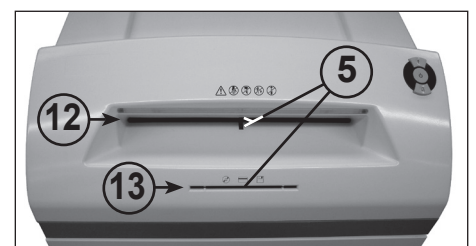

Fig. 3
- 5 = Dispositivo fotoeléctrico (avanço) (Fig. 3)**
12 = Ranhura de alimentação de papel (Fig. 3)
13 = Ranhura de alimentação de CDs/DVDs (Fig. 3)
Alimentar o mecanismo de corte com **papel** através da ranhura de alimentação de papel (12) (Fig. 3). Alimentar o mecanismo de corte com **suportes de dados** (CDs, DVDs ou cartões de crédito) individualmente através da ranhura de alimentação de CDs/DVDs disposto em separado (13) (Fig. 3). A máquina activa automaticamente a rotação para a frente e puxa o material, desligando-se automaticamente depois do processo de destruição.